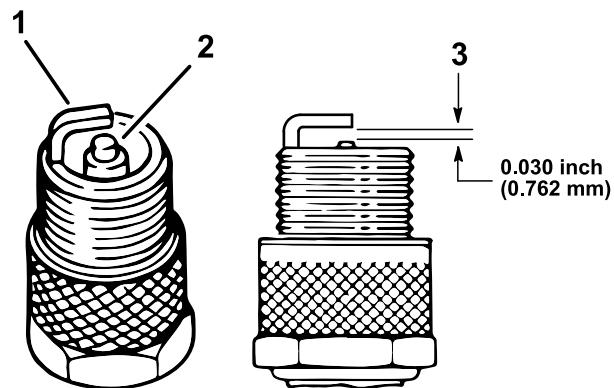

Figure 37
4. Vérifiez l'état des électrodes latérale et centrale, ainsi que de l'isolateur de l'électrode centrale (Figure 37).
5. Réglez l'écartement entre les électrodes centrale et latérale à 0,76 mm, comme montré à la Figure 37.